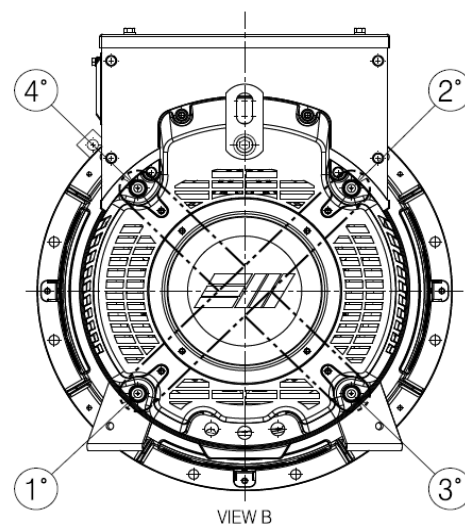

Abbildung 6-5
9. Die Muttern über Kreuz festziehen (siehe Abb. 6-5 und 6-6 Ablauf) und dabei nach und nach das Anzugsmoment erhöhen: